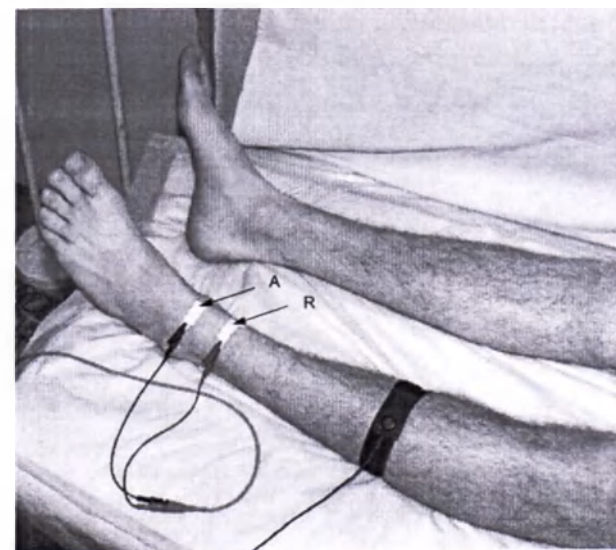

Рис. 106. Наложение электродов. А — активный электрод (черный). R — референтный электрод (красный)
- Наложите активный электрод (черный) посередине линии, соединяющей наиболее выступающие части лодыжек («место завязывания шнурков»). Референтный электрод (красный) накладывается на два-три поперечных пальца проксимальнее (рис. 106).